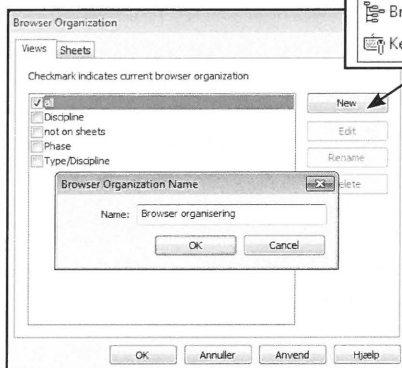

Fig. 13.23. Opret en ny.
På listen ses nu de muligheder der er for organisering af *Project Browseren* (Fig. 13.23).
- Klik *New* for at oprette en ny (Fig. 13.23).